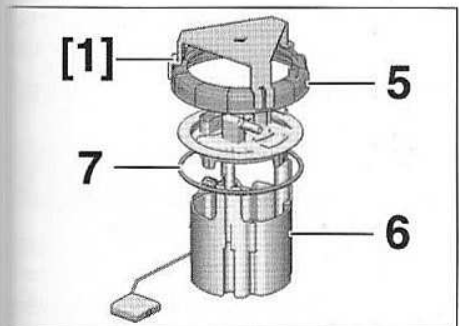

FIG.47
- Déposer (Fig.47) :
- la bague-écrou (5) à l'aide de l'outil [1],
- la jauge à carburant (6).